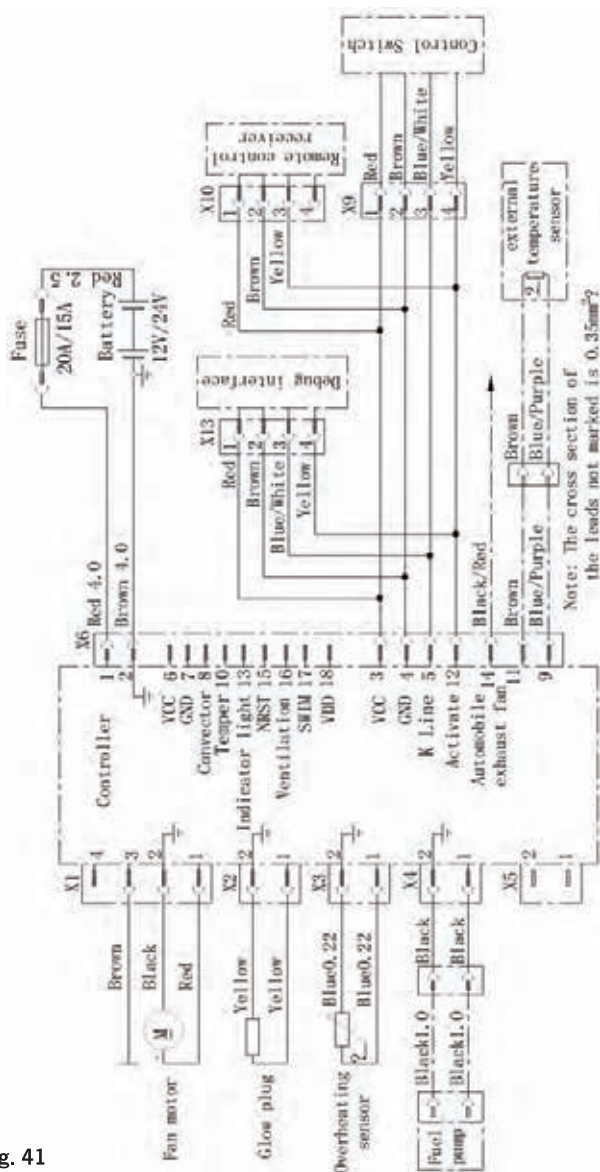
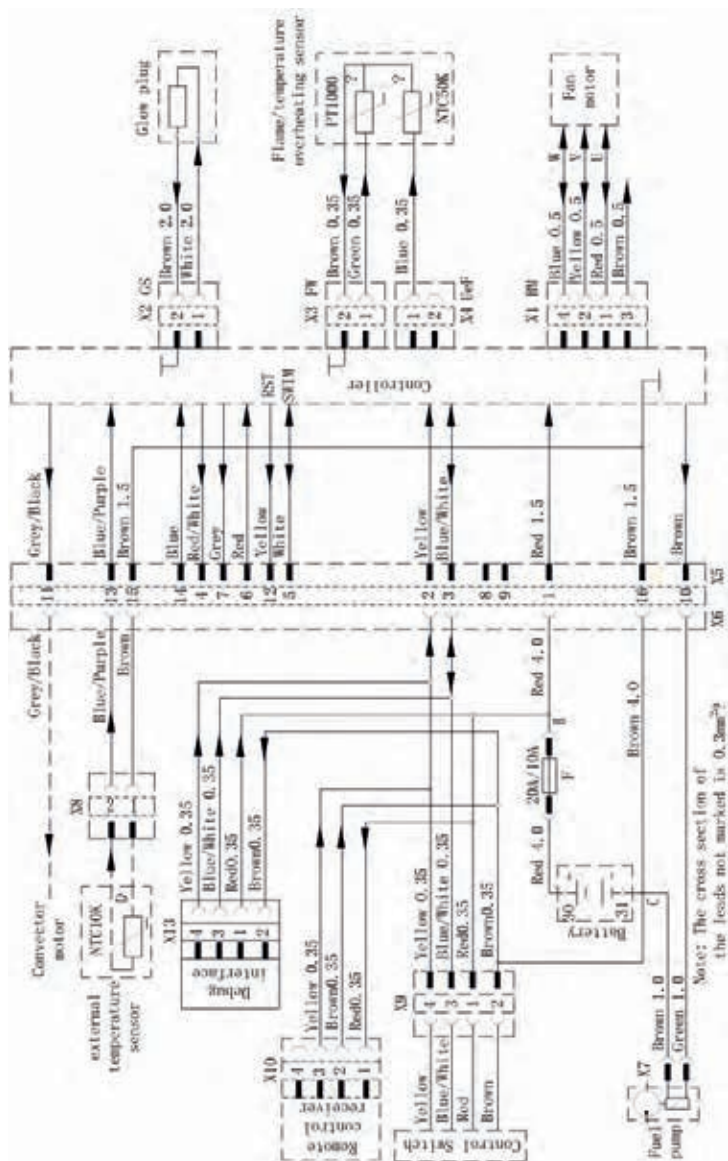

Fig. 41
Fig. 42
- Die elektrischen Anschlußpläne für die Heizgeräte finden Sie in Fig. 41 S. 52 und Fig. 42 S.53